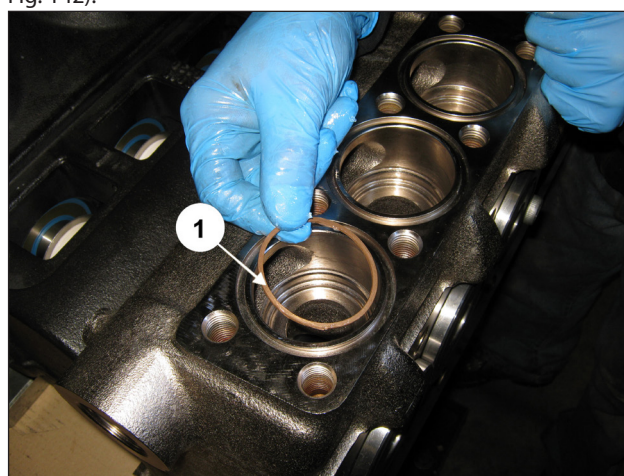

Fig. 142
Passer au montage des groupes soupape de refoulement : Placer la bague anti-extrusion, rep. vue éclatée n° 21 (rep. ①, Fig. 142).